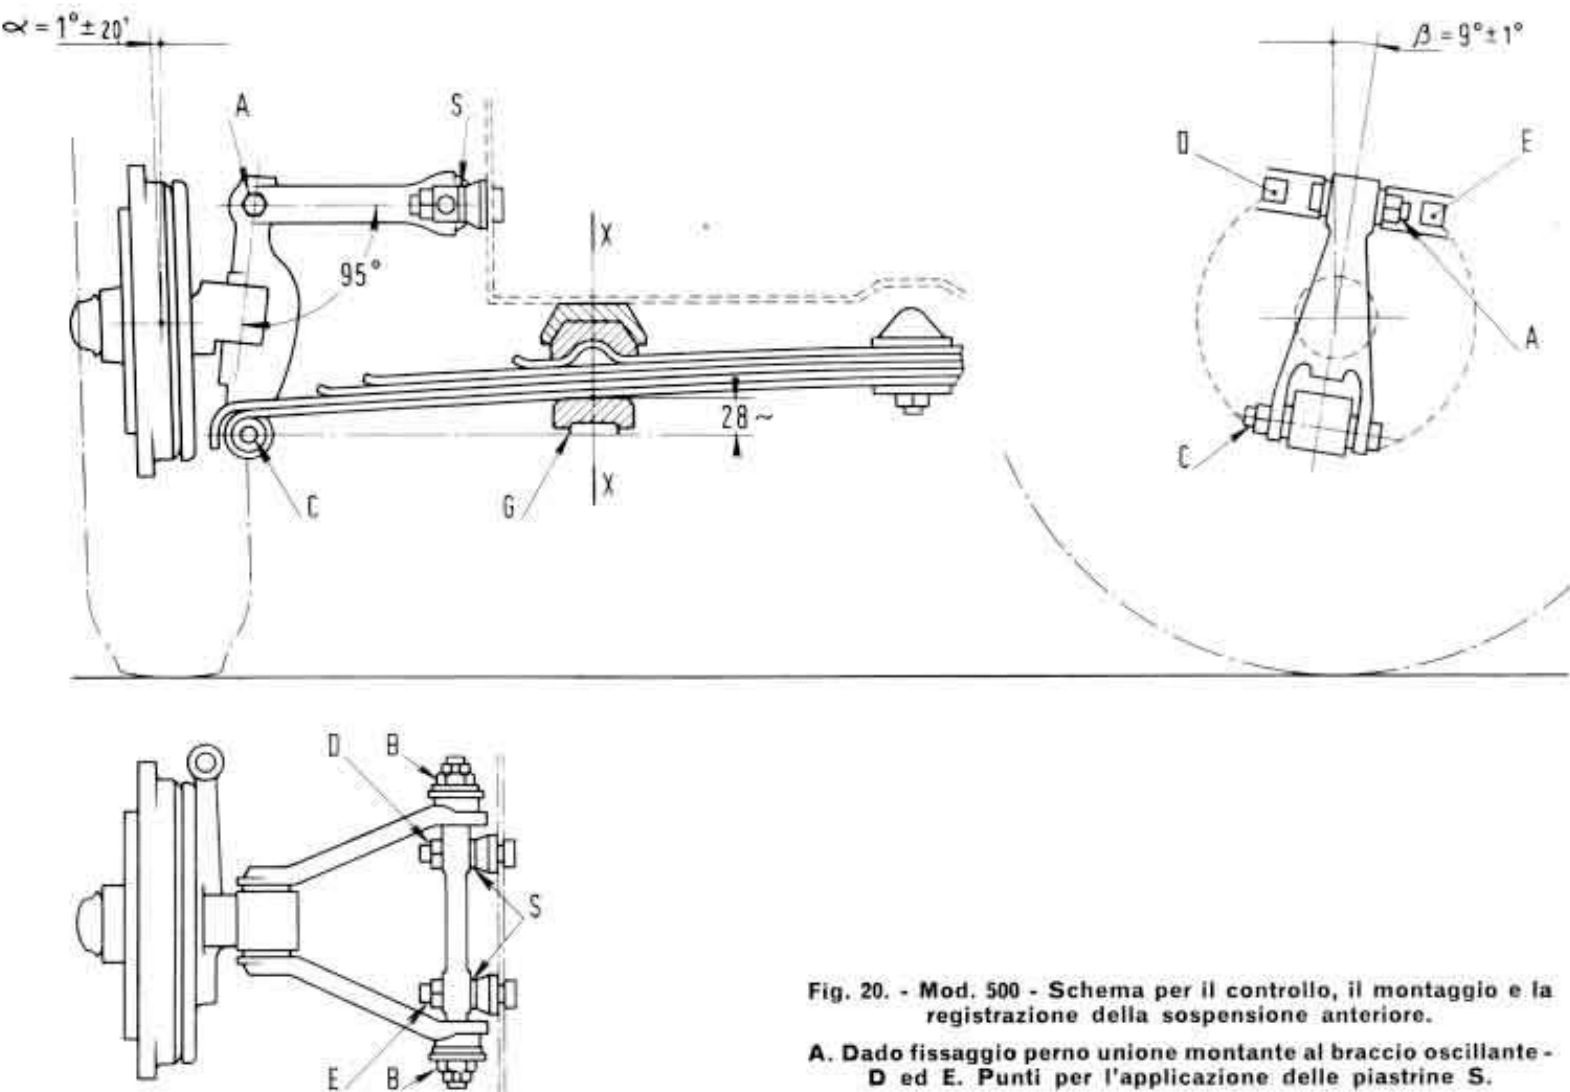

Fig. 20. - Mod. 500 - Schema per il controllo, il montaggio e la registrazione della sospensione anteriore.
Incidenza del montante (fig. 20):
Inclinazione delle ruote (fig. 20):
- Convergenza (fig. 20):